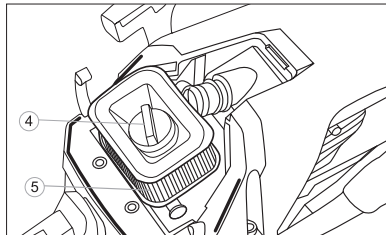

Рис. 25
- Открутите гайку 4 (рис. 25) и извлеките фильтр 5.